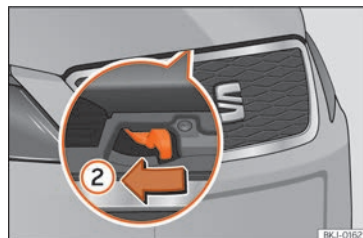

Fig. 184 Levier sous le capot.
- Pour soulever le capot moteur, déplacez vers la gauche le levier situé sous celui-ci, au centre »» fig. 184 ②. Les crochets de fixation sont alors déverrouillés.